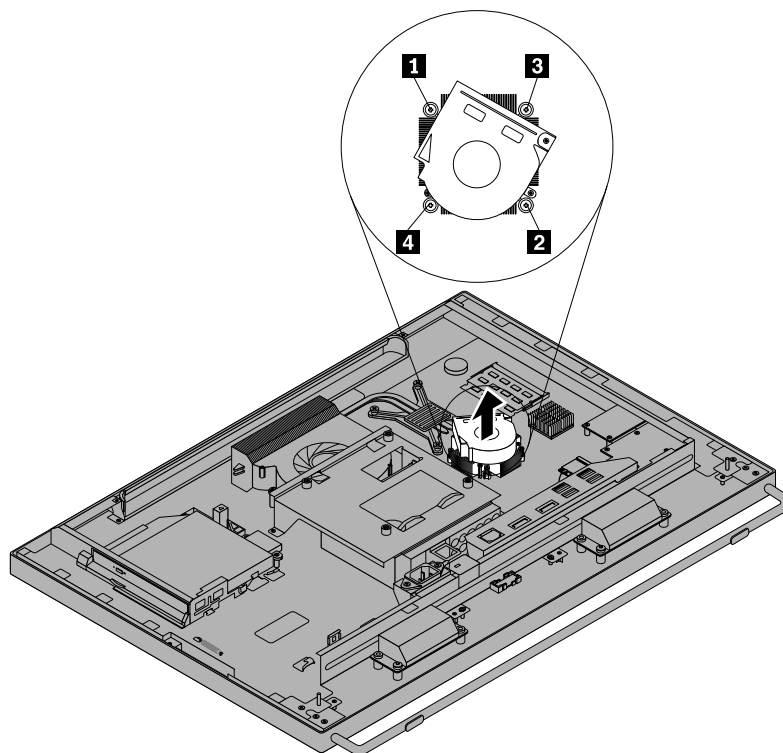

Figure 44. Retrait du dissipateur thermique et du bloc de ventilation pour processeur graphique
9. Pour installer les quatre vis de fixation du dissipateur thermique et du bloc de ventilation pour processeur graphique, suivez la procédure indiquée dans la Figure 44 « Retrait du dissipateur thermique et du bloc de ventilation pour processeur graphique » à la page 69.